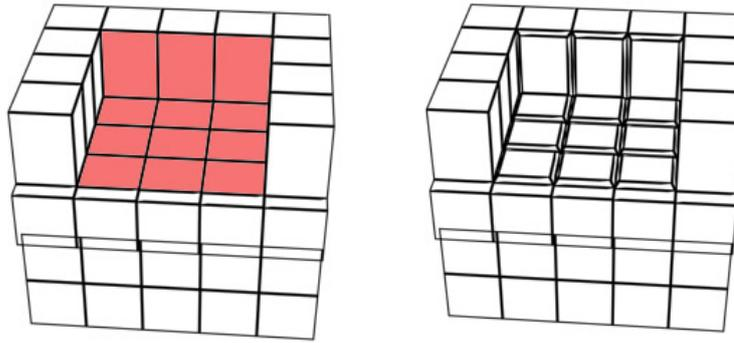

Рисунок 45
6. Нажмите кнопку Arc Rotate (Повернуть), разверните объект в окне центральной проекции так, чтобы видеть полигоны, составляющие спинку и сиденье кресла, и выделите их, как показано на рис. 8. Выберите команду Bevel (Settings) (по табличке). Установите переключатель Bevel Type (Тип выдавливания) в положение By Polygon (По полигонам). Задайте величину 3 в счетчике Extrusion (Выдавливание) и величину -2 в счетчике Outline (Контур). В результате произойдет выдавливание каждого полигона по отдельности и образование фасок относительно их центральных точек. Полученный объект показан на рис. 45. В стеке модификаторов выделите строку Editable Poly (Редактируемые полигоны), чтобы выйти из режима редактирования полигонов. (Серый цвет)